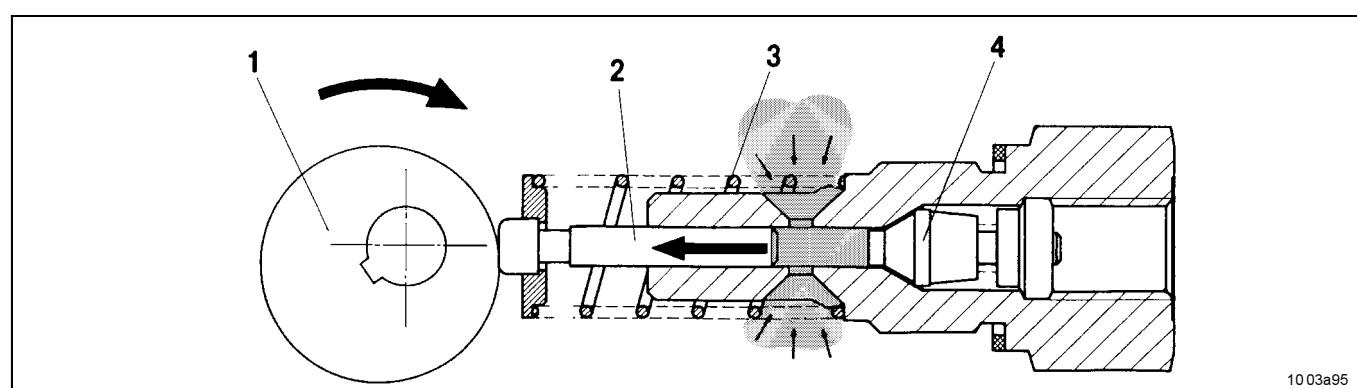

Fig. 2-2 Elemento pompante in fase di aspirazione
- L'elettromotore aziona un eccentrico che movimenta il pistone (vedi fig. 2-2 e 2-3).
- il pistone 2 aspira il lubrificante dal serbatoio (fig. 2-2) e